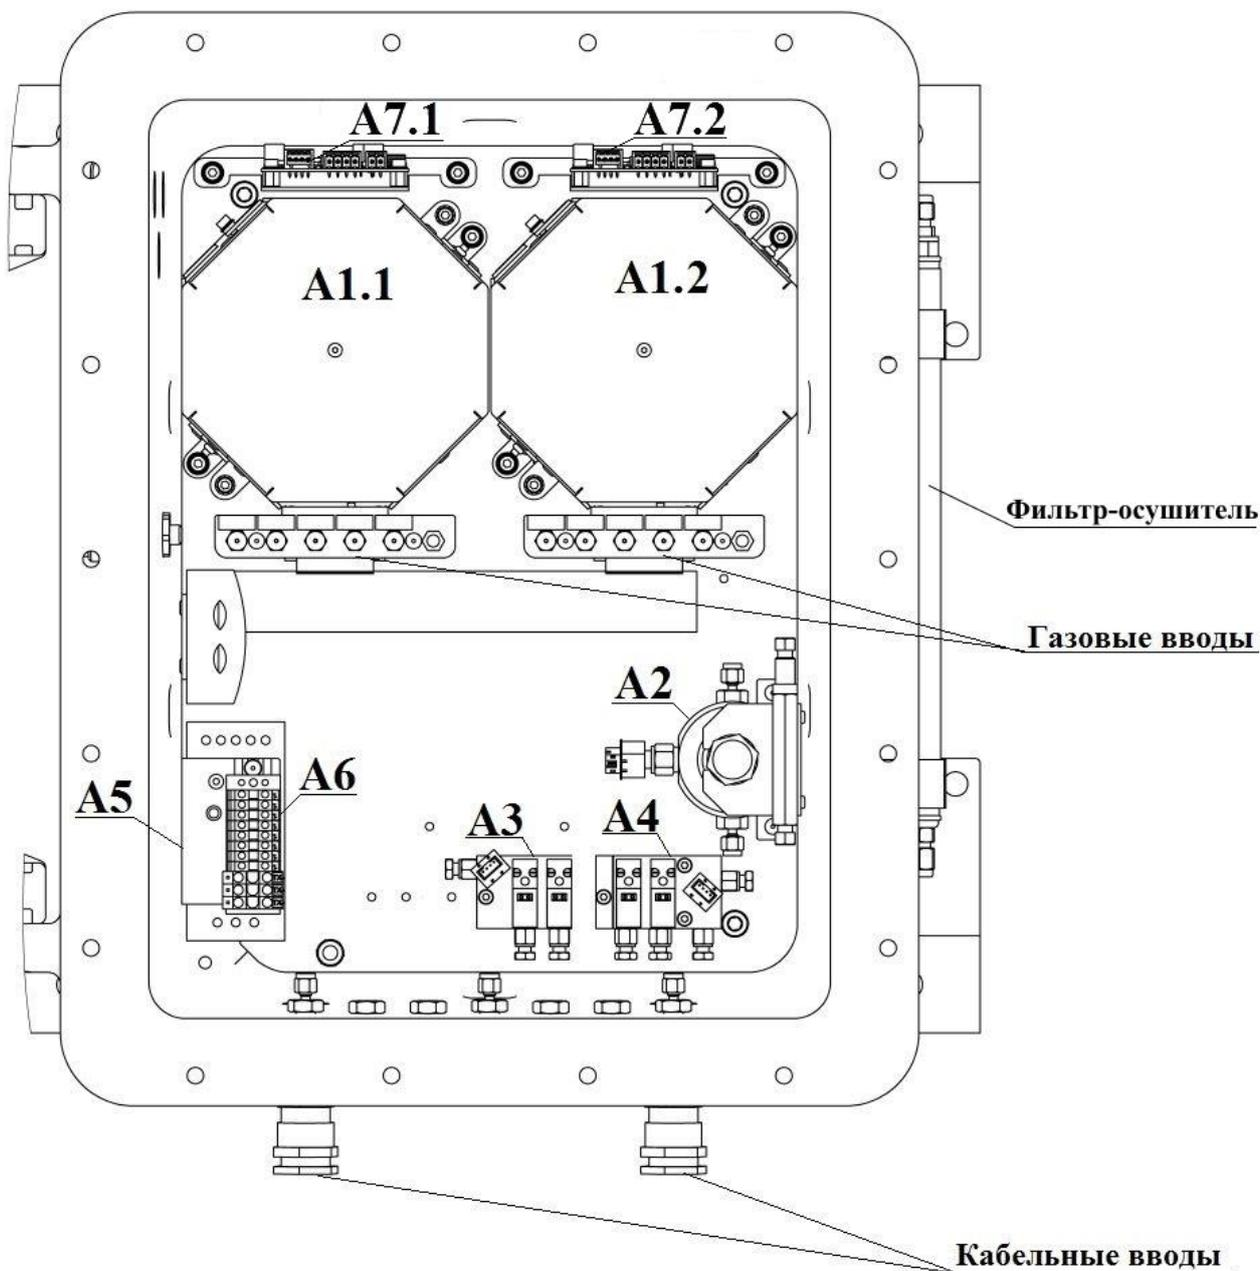

Рис. 2. Внутреннее устройство хроматографа «МАГ» (крышка условно не показана)
Внутреннее устройство хроматографа показано на Рис. 2
В состав хроматографа «МАГ» входят следующие функциональные блоки (Рис.2):
- **Обогреваемые газовые вводы**. Огнепреградители обогреваемые устанавливаются опционально (на Рис. 2 не показаны) при необходимости поддержания заданной
- **A7.1, A7.2.** Платы управления детектором ДТП (см. также Рис. 2).
Хроматограф «МАГ», предназначенный для анализа компонентного состава газа горючего природного, включает в себя два аналитических канала (А1.1, А1.2, см. Рис. 2). Каждый аналитический канал состоит из детектора по теплопроводности, системы хроматографических колонок и многопортового крана-дозатора. Аналитические каналы являются независимо термостатируемыми зонами.